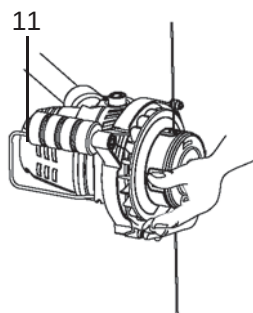

Fig. 30
- > Appuyez simultanément sur les deux ergots de verrouillage [17] situés de part et d'autre de la tête de coupe (Fig. 30).